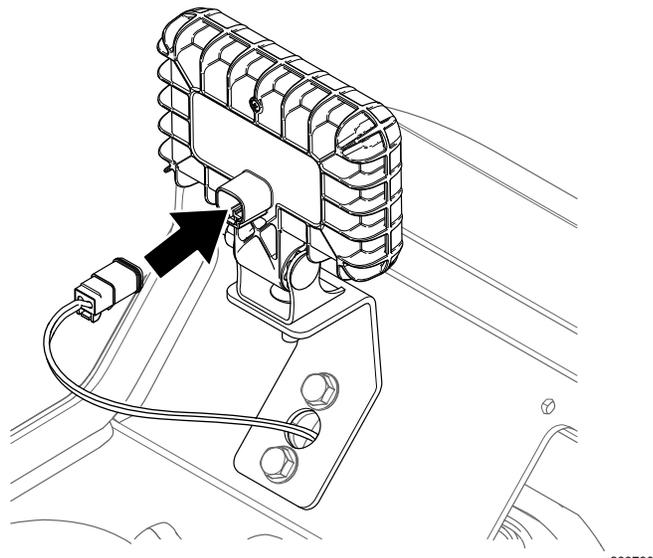

Рисунок 11
- 9. Используя отверстие под плоскую крышку консоли для доступа к жгуту проводов, проведите разъем левого фонаря через отверстие в левом кронштейне фонаря и подсоедините его к левому фонарю (Рисунок 11).